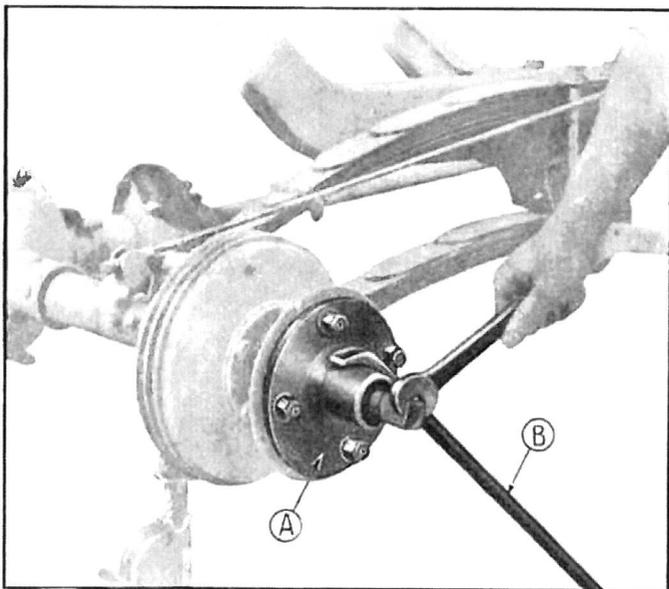

Fig. 210. — Frein sur roue AR.
- 4—Démonter les moyeux en se servant de l'arrache-moyeu. Pour cela : recouvrir l'extrémité fileté de l'arbre de roue avec le protecteur cimenté ; fixer l'appareil sur le moyeu à l'aide des tocs de roue ; serrer fortement la vis centrale de l'appareil et activer le décollement du moyeu en donnant quelques coups secs de masse en cuivre sur la tête de la vis que l'on resserrera au maximum après chaque coup. Pour empêcher les moyeux de tourner, engager entre les tocs d'entraînement de roue une barre s'appuyant sur le sol (fig. 210).